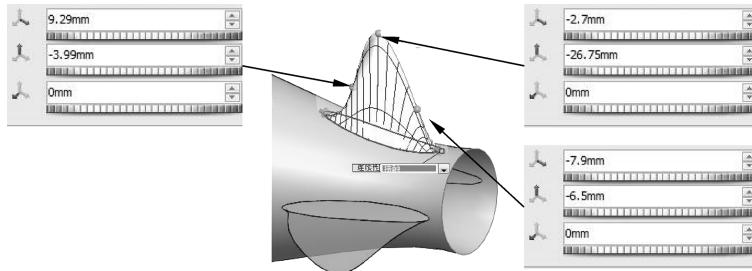

图 4-67 拖动控制点变形曲面
- 25 拖动 3 个控制点，使曲面变形，如图 4-67 所示。